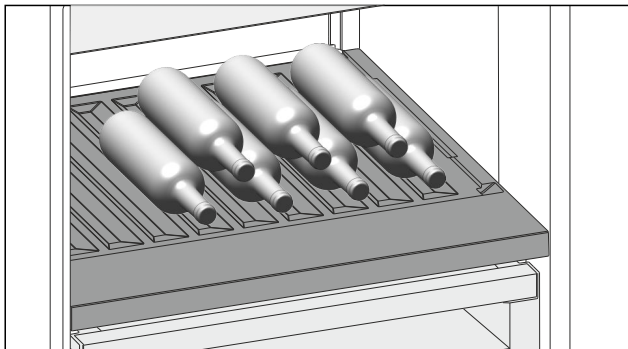

Fig. 108 Beispielhafte Darstellung
- ▶ Flaschen mit dem Boden nach hinten zur Rückwand einlegen. (siehe Fig. 108)